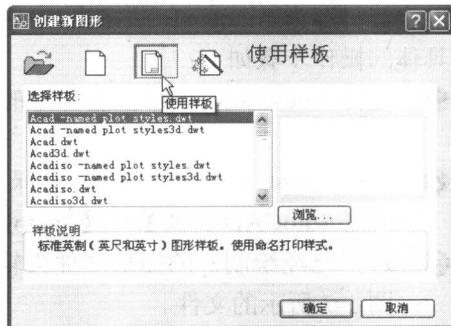

图 1-3 选择样板
- ④ 用户还可以单击【使用样板】按钮, 通过选择样板来创建新的图形文件, 如图 1-3 所示。